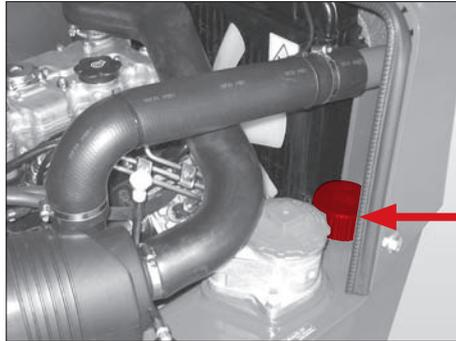
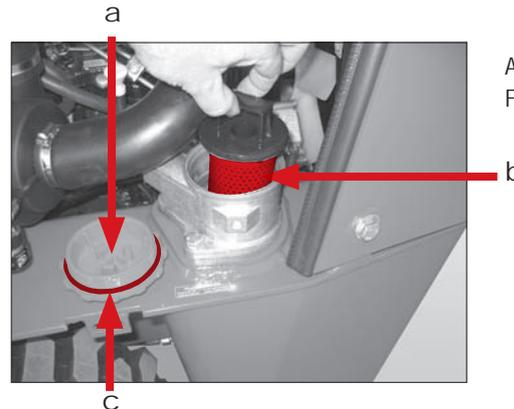

Abb. 72
Abb. 76
Der Belüftungsfilter befindet sich am Hydrauliköltank Pos. 1 (Abb. 72). Er gewährleistet die Be- und Entlüftung des Hydrauliktanks bei schwankendem Hydraulikölstand. Der Belüftungsfilter enthält ein Filterelement, das das Eindringen von Staub und Schmutz und das Austreten von Ölspritzern verhindert. Im Belüftungsfilter befindet sich ein Ventil das den Tankdruck bei ca. 0,5 bar hält. Dieser Druck entweicht, wenn der Hydrauliköleinfüllstutzen geöffnet wird!
5. Der Ölmesstab befindet sich an der Unterseite des Belüftungsfilters. Schrauben Sie den Belüftungsfiler (Abb. 72) heraus.
11. Verschließen Sie den Hydrauliköleinfüllstutzen Pos. 1 (Abb. 72).
Öffnen Sie den Hydrauliköleinfüllstutzen Pos. 1 (Abb. 72) vorsichtig, damit der Druck aus dem Tank entweichen kann.
1. Öffnen Sie den Hydrauliköleinfüllstutzen Pos. 1 (Abb. 72).
5. Verschließen Sie den Hydrauliköleinfüllstutzen Pos. 1 (Abb. 72).
1. Nehmen Sie den Filtereinsatz Pos. b (Abb. 76) heraus.
5. Füllen Sie Hydrauliköl in den Hydrauliköleinfüllstutzen Pos. 1 (Abb. 72) ein, bis der Ölstand die Markierung „Maximum“ erreicht hat.
Erneuern Sie das Filterelement des Rücklauffilters Pos. b (Abb. 76) bei den Inspektionen oder wenn zwischen den Inspektionsintervallen die Kontrollleuchte des Rücklauffilter in der Instrumententafel leuchtet!
Lassen Sie den Druck aus dem Hydrauliköltank durch Öffnen des Hydrauliköleinfüllstutzens Pos. 1 (Abb. 72) entweichen, bevor Sie den Deckel des Filtergehäuses Pos. a (Abb. 76) abschrauben! Sonst wird Öl aus dem Filtergehäuse nach außen gedrückt, das in die Umwelt gelangen kann.
5. Schrauben Sie den Deckel des Filtergehäuses Pos. a (Abb. 76) ab.
6. Nehmen Sie das Filterelement Pos. b (Abb. 76) heraus.
8. Prüfen Sie die Dichtung Pos. c (Abb. 76). Erneuern Sie die Dichtung wenn sie beschädigt ist.
9. Schrauben Sie den Deckel des Filtergehäuses Pos. a (Abb. 76) zu.
10. Verschließen Sie den Hydrauliköleinfüllstutzen Pos. 1 (Abb. 72).